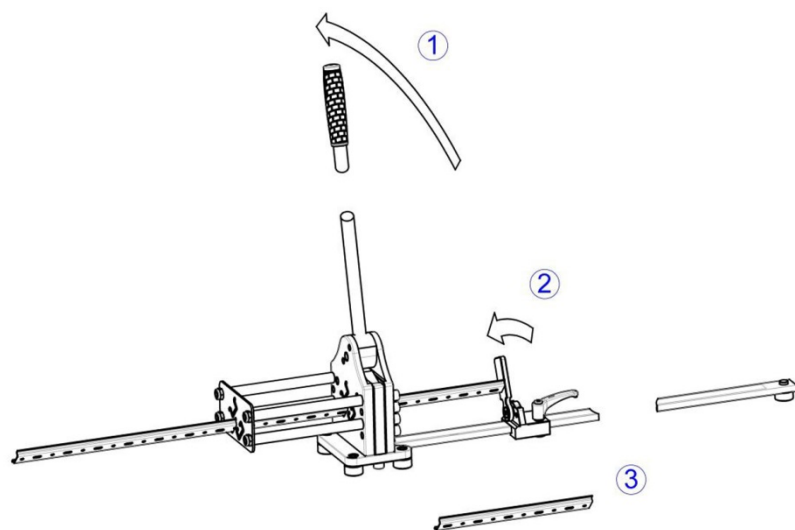

Fig. 8 : enlèvement du rail porteur
- Pour ôter le rail porteur coupé, déplacer la poignée complètement en arrière dans sa position initiale (fig. 8, pos. 1).
- Selon la longueur de la pièce, basculer si nécessaire le volet de butée de côté (fig. 8, pos. 2) puis ôter le profilé usiné.